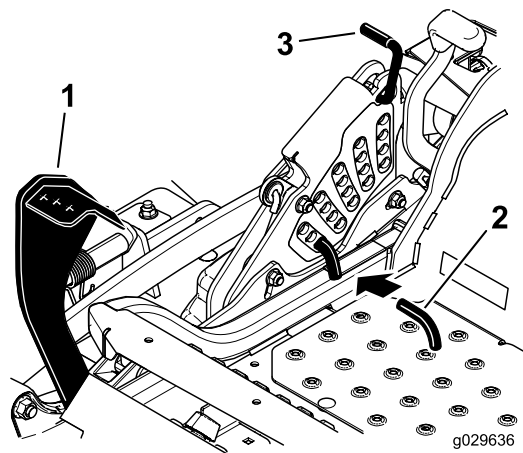

Figura 27
2. Premete il pedale di sollevamento del piatto di taglio e sollevate il piatto in posizione di trasporto (oltre la posizione dell'altezza di taglio di 140 mm); come illustrato nella Figura 27.
3. Per regolare, ruotate il perno di 90 gradi e togliete il perno dalla staffa dell'altezza di taglio (Figura 27).
4. Nella staffa dell'altezza di taglio scegliete un foro corrispondente all'altezza richiesta, ed inserite il perno (Figura 27).